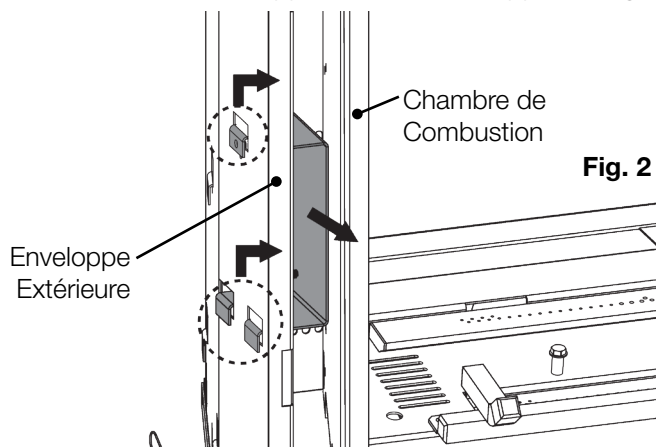

Fig. 2
2. Retirez la 1 vis servant à fixer le support en place (**Fig. 1**). Soulevez le support et sortez-le des fentes, en le soulevant à travers l'ouverture entre le chambre de combustion et l'enveloppe extérieure de l'appareil (**Fig. 2**).
4. Placez le support et le récepteur à travers l'ouverture entre le chambre de combustion et l'enveloppe extérieure de l'appareil. Faites glisser le support et le récepteur dans et vers le bas des fentes (**Fig. 2 en sens inverse**).